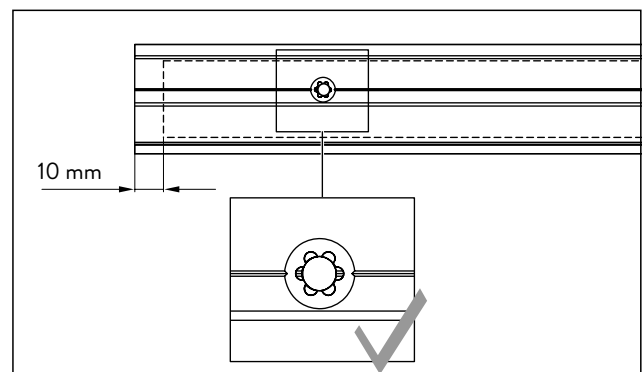

Abb. 13 Futterprofil positionieren
3. Das Futterprofil so in dem Gegenprofil positionieren, dass die Bohrungen von dem Futterprofil und der Laufschiene deckungsgleich übereinanderliegen. Das Futterprofil sollte min. 10 mm an beiden Seiten eingerückt sein (Abb. 13).